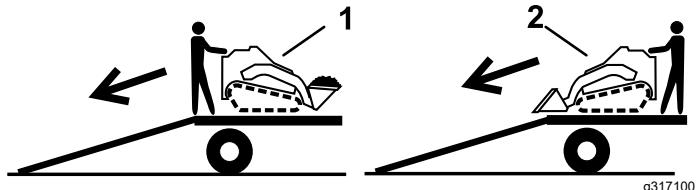

Figure 25
2. Descendez la machine de la remorque en gardant le côté le plus lourd en haut de la rampe et en maintenant la charge en bas (Figure 25).